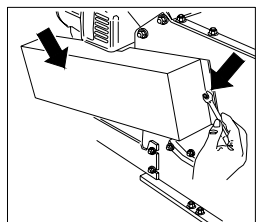

Fig. 16
- Desmontar el cárter de las correas de transmisión, actuando como indicado en la fig. 16.